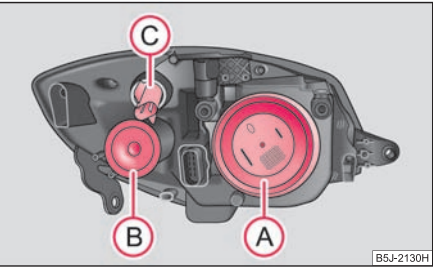

Fig. 207 Farurile din față:
Poziția becurilor în farurile din față ⇒ pagina 220, fig. 207.
- Scoateți capacul de protecție (A) ⇒ pagina 220, fig. 207.
- Rotiți dulia becului (C) spre stânga ⇒ pagina 220, fig. 207 și scoateți dulia împreună cu becul.
- Scoateți capacul de protecție (B) ⇒ pagina 220, fig. 207.